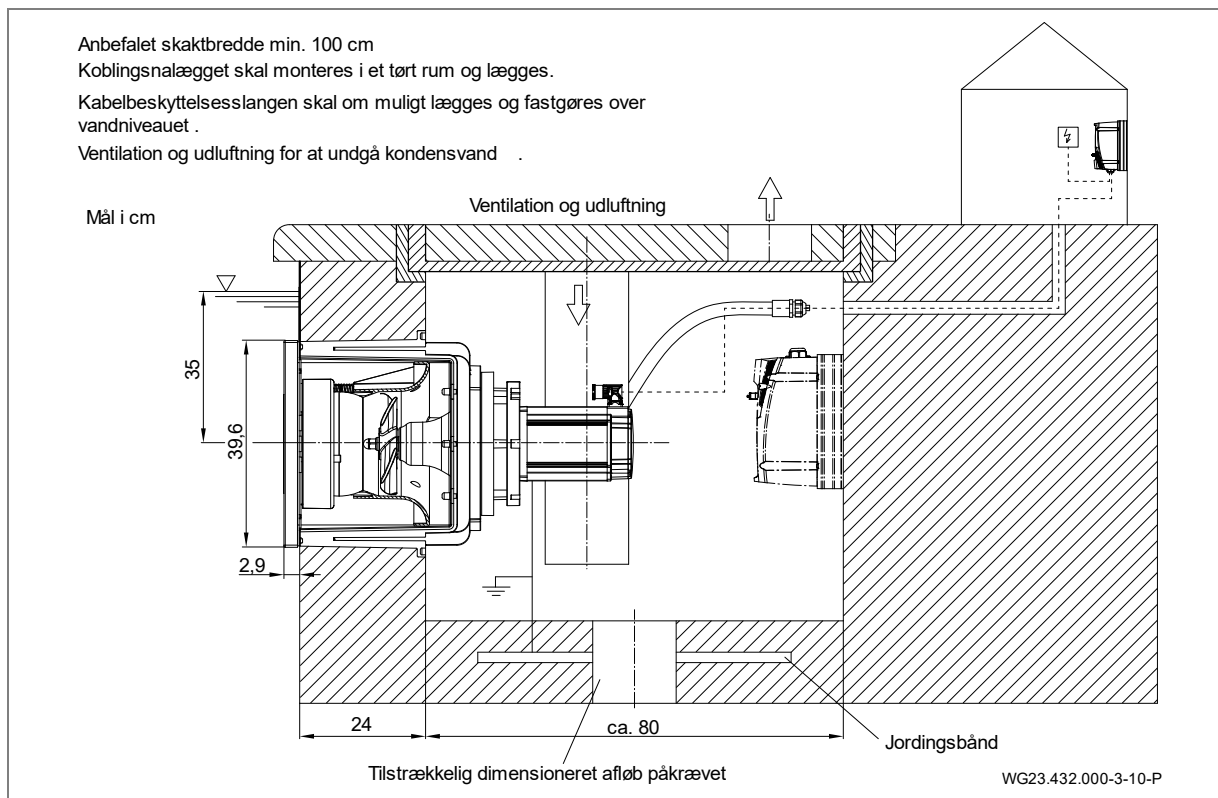

Fig. 17
1. Smør tilslutningsstuds (d, (Fig. 17)) på plasthus (1) og tilslutningsbøsningen på kabelbeskyttelsesslangen (12) med PVC-U/ABS-rems.
Anlægget skal monteres i en skakt, der grænser mod bassinkanten. I opstillingsrummet skal der være upåklagelig ventilation og udluftning samt et tilstrækkeligt bundafløb. Det skal være muligt at montere kabelbeskyttelsesslangen (om muligt over vandniveau). Der skal være en tilslutning til potentialudligningen i skakten. Se "Fig. 17" på side 22.